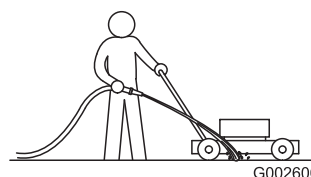

Figure 19
- Mettez le moteur en marche lorsque la tondeuse se trouve sur une surface revêtue plane et dirigez un jet d'eau devant la roue arrière droite (Figure 19).